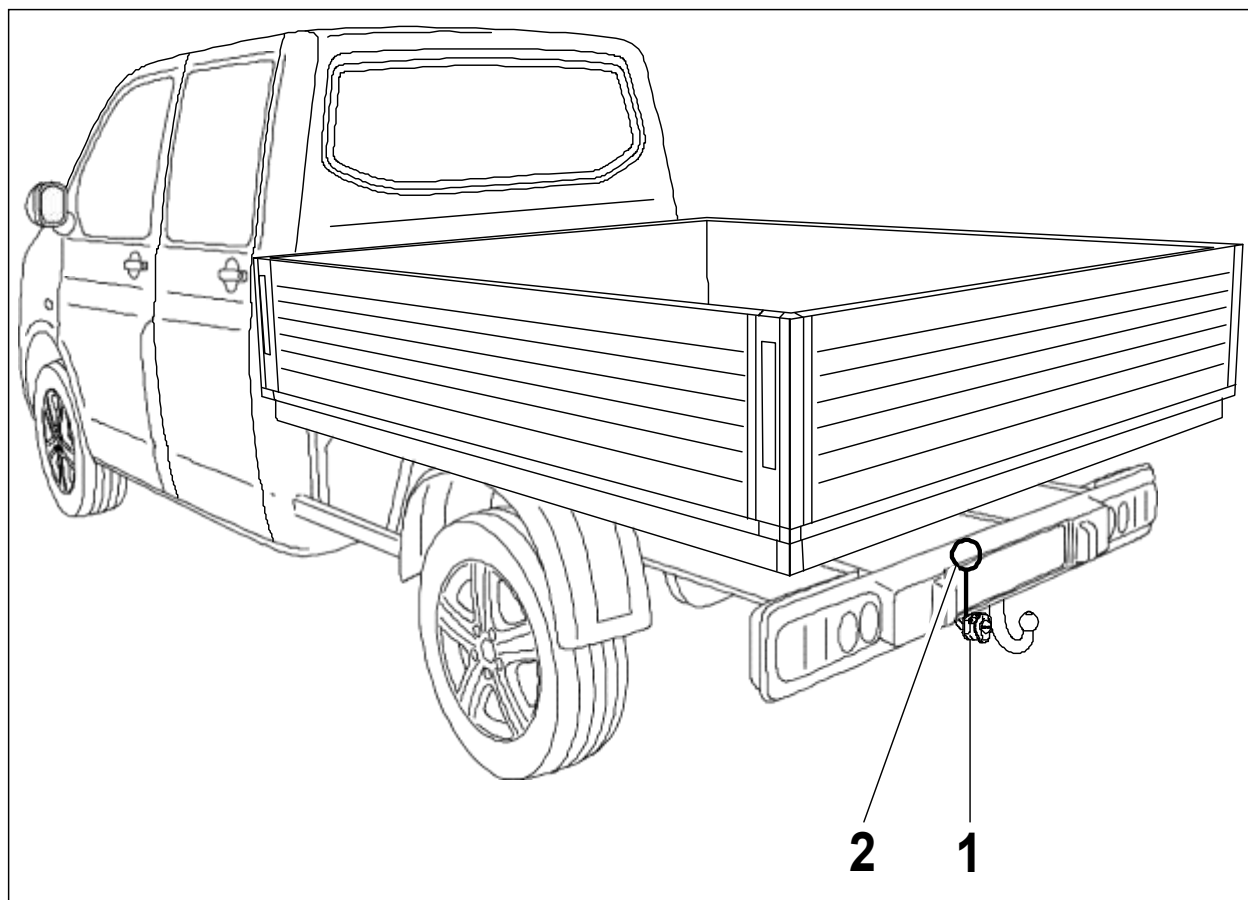

Fig. 1: Monteringsoversigt
2. Træk to modstik af køretøjets 2- og 14-polede stikforbindelse (fig. 1/2) (der er ikke længere brug for disse) og sæt det 2- og 14-polede stik fra stikdåseledningssættet på og lad det gå i indgreb.
3. Før mikroafbryderhuset og kontaktindsatsen gemmen hullet i stikdåseholderen (fig. 1/1).
6. Skru stikdåsen fast på tværrøret hhv. stikdåseholderen med skruerne i stikdåsen (fig. 1/1). Drejningsmomentet må maks. være 2,0 Nm.